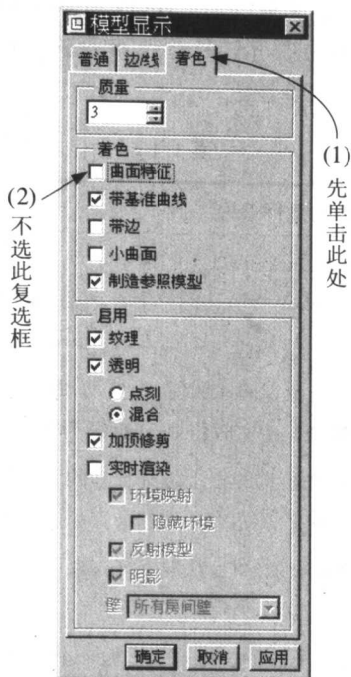

图 1.2
1. shade_surface_feat no: 曲面不会被着色。此项设置也可通过单击【视图】(View)→【显示设置】(Display Settings)→【模型显示】(Model Display), 然后在【模型显示】(Model Display)对话框中进行相应设置, 如图 1.2 所示。